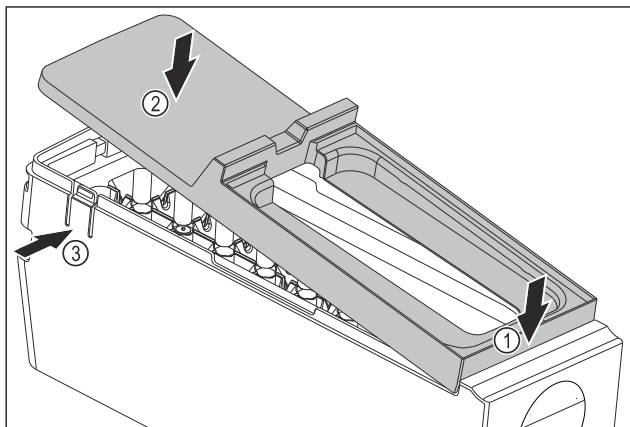

Fig. 146
- Montáž krytu korpusu EasyTwist-Ice: Kryt nasadíte vpredu. Fig. 146 (1)
- Kryt spustíte dozadu. Fig. 146 (2)
- Kryt počutelné zapadne od oboch strmeňov Fig. 146 (3).